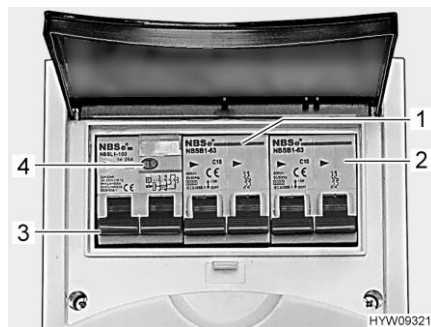

Fig. 81 Interruttore di sicurezza e interruttore automatico FI (scatola dei fusibili a 230 V)
Un interruttore di sicurezza per correnti di guasto (interruttore automatico FI) (Fig. 81,3) nella scatola dei fusibili protegge l'intero veicolo da correnti di guasto (30 mA).
L'interruttore di sicurezza collegato in serie (10 A) (Fig. 81,1) protegge le prese da 230 V, la centralina elettrica, il caricabatteria supplementare e il frigorifero.
Per veicoli con accessori opzionali, p. es. l'impianto di climatizzazione a tetto, un ulteriore interruttore di sicurezza (16 A) (Fig. 81,2) protegge l'apparecchio.
- Se il veicolo è collegato all'alimentazione a 230 V, premere il tasto di controllo (Fig. 81,4). L'interruttore di sicurezza per correnti di guasto (FI) deve scattare.